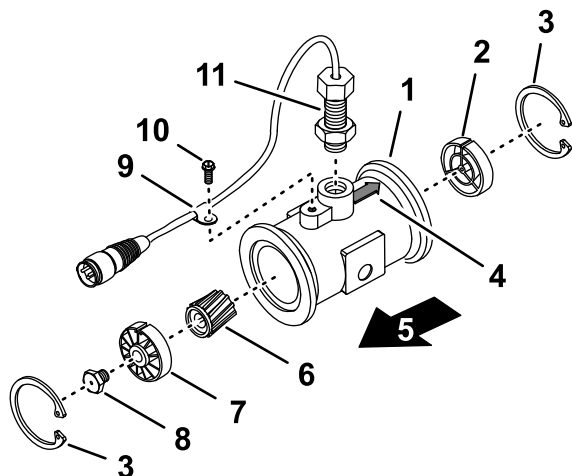

Рисунок 106
3. Снимите стопорное кольцо со стороны входа (Рисунок 106).